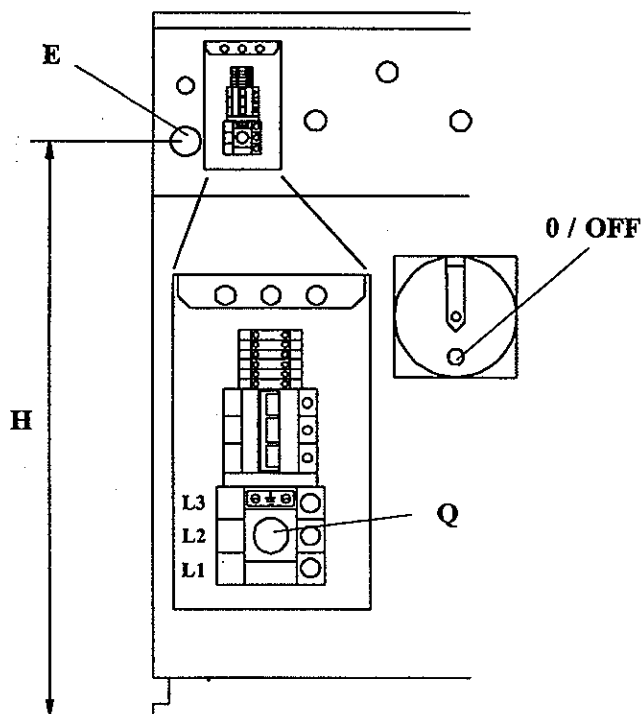

fig. 17
fixé à l'orifice E (fig. 17/18)
- Secure the wire guard in the hole **E (fig. 17)** and insert the wire inside the terminal block.
- Fijar el protector del conductor en el orificio **E (fig. 17)** e introducir el conductor en el interior de la caja de bornes.
- Fixer le protecteur du câble sur l'orifice **E (fig. 17)** et introduire le câble à l'intérieur du boîtier de bornes.